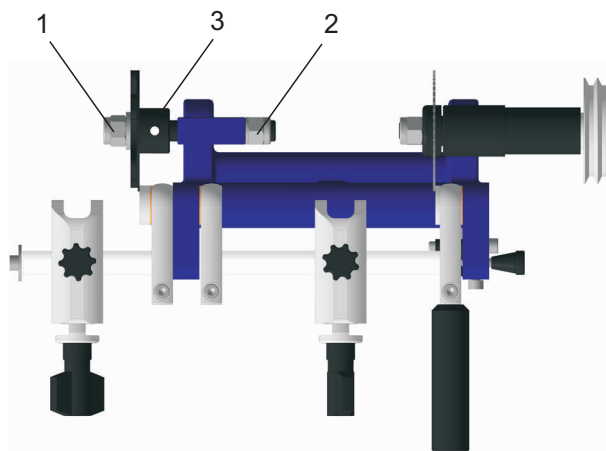

рис.4
Выставить расстояние между диском копира и фрезой равное расстоянию между местами установки сменных центров. (рис.4) Для этого ослабьте гайку вала копира (2) и вращайте вал копира (3). Ослабьте гайку(1), разверните диск копира сектором соответствующем ширине фрезы в сторону установки оригинала ключа. Затяните гайки (1и2). Проверьте размер касаясь копира и фрезы.